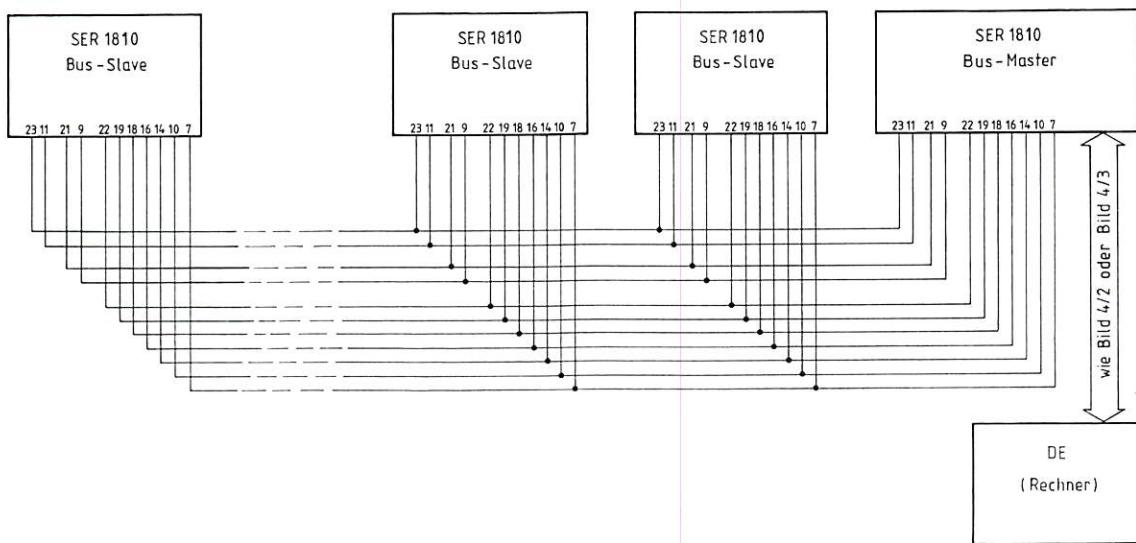

Bild 4/5 Anschluß eines Rechners mit RS-232-C-Schnittstelle an Gerätesystem mit seriellem Steuerbus
- Anschluß eines Rechners mit nur einer RS-232-C- oder entsprechender Normschnittstelle an bis zu 14 Empfänger (Serieller Bus, Kleinsystem), BU 15 bis BU 18 auf B-C, Bild 4/5:
Ein Empfänger wird über die Schnittstellenkontakte 1, 2, 3, 5, 6, 7, 8 und 20 mit dem Rechner verbunden (wie in Bild 4/2 oder Bild 4/3 gezeigt). Dieser Empfänger wird als Bus-Master festgelegt. Alle anderen Empfänger sind Bus-Slaves und sind über die RS-422-Schnittstelle und die Management-Leitungen mit dem Master verbunden; d.h., die Kontakte 7, 9 10, 11, 14, 16, 18, 19, 21, 22 und 23 der einzelnen Geräte sind jeweils mit den gleichnamigen parallelogeschaltet.